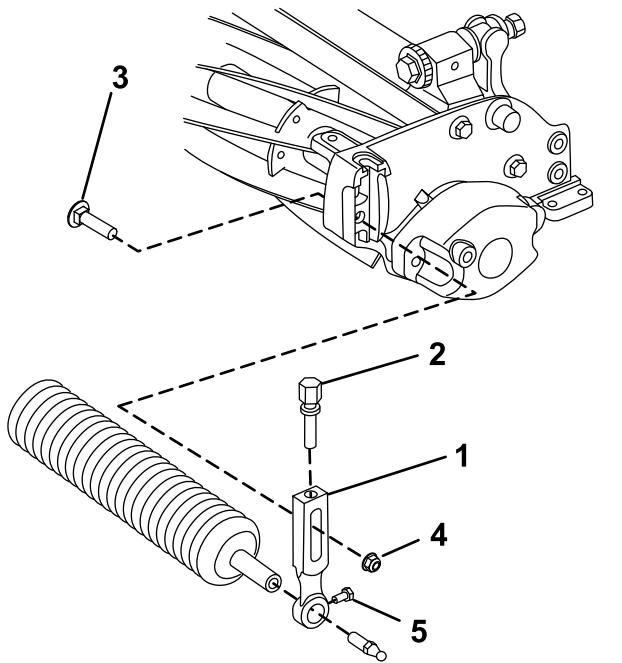

Bild 3
1. Entfernen Sie die Senkschraube, Scheibe und Bundmutter, mit denen einer der Schnitthöhenarme an der Seitenplatte der Schneideeinheit befestigt ist (Bild 3).
2. Lösen Sie die Rollenbefestigungsschrauben in den Schnitthöhenarmen (Bild 3).
3. Schieben Sie die Rollenwelle in den Schnitthöhenarm am anderen Ende der Schneideeinheit (Bild 3).
4. Schieben Sie den Schnitthöhenarm auf die Rollenwelle (Bild 3).
5. Befestigen Sie die Rolle lose mit dem vorher entfernten Schnitthöhenarm und den Befestigungen an der Schneideeinheit (Bild 3).
7. Ziehen Sie die Befestigungsschrauben der Rolle an (Bild 3).